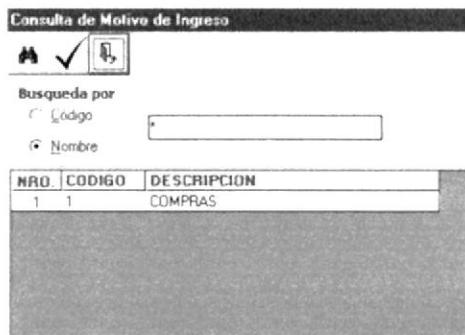

Figura 8.28 Pantalla de Ayuda de Motivos de Ingresos
6. Ingrese el Código del Motivo de Ingreso, si no sabe el código que desea ingresar puede pulsar la tecla <F5> situándose en el campo de ingreso del código para llamar a la ventana de ayuda de la figura 8.28 escoja el motivo de ingreso deseado.